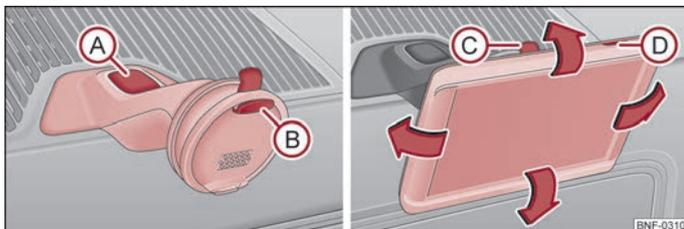

Fig. 70 Alloggiamento del navigatore / navigatore
- Introdurre il navigatore dapprima nel supporto superiore (B) ⇒ fig. 70 e poi spingerlo nella parte inferiore dentro l'alloggiamento fino all'innesto ⇒ ⚠.
- L'inclinazione del navigatore può essere regolata muovendolo in direzione della freccia ⇒ fig. 70 nella posizione desiderata ⇒ ⚠.
- Con l'altra mano premere il tasto di sbloccaggio (C) ⇒ fig. 70 ed estrarre il navigatore.
- Con l'altra mano premere il tasto di sbloccaggio (A) ⇒ fig. 70.
- Attivare il navigatore premendo il tasto (D) ⇒ fig. 70.